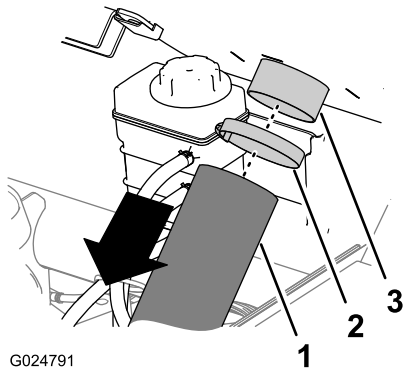

Bild 10
1. Entfernen Sie die Schlauchklemmen, mit denen die Kühlleitung des stufenlosen Getriebes am Flansch des Einlasses des stufenlosen Getriebes hinten an der Überrollschutzplatte an der Passagierseite befestigt ist (Bild 10).
2. Entfernen Sie die Kühlleitung des stufenlosen Getriebes vom Flansch des Einlasses des stufenlosen Getriebes (Bild 10).